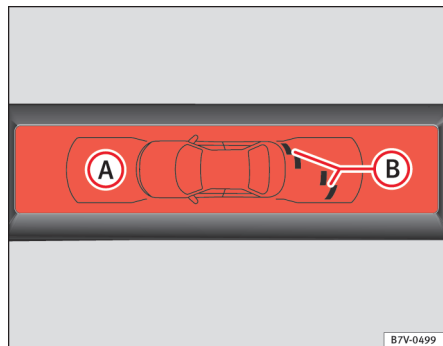

Fig. 143 Indicación del OPS en pantalla: (A) se ha detectado un obstáculo en el segmento. (B) zona registrada delante del vehículo.
La zona en la que se reconocen obstáculos se extiende frente al vehículo hasta una distancia de unos 120 cm y hacia el lado hasta 60 cm ⇒ fig. 143 (B). Detrás del vehículo, la zona analizada alcanza hasta una distancia de 160 cm y unos 60 cm hacia los lados ⇒ fig. 142 (C).
El gráfico mostrado representa las zonas supervisadas en varios segmentos. A medida que el vehículo se acerca a un obstáculo, más se acerca el segmento al vehículo representado (B) y ⇒ fig. 143 (A). A más tardar, cuando se muestra el penúltimo segmento, se ha llegado a la zona de colisión. **¡Deténgase!**